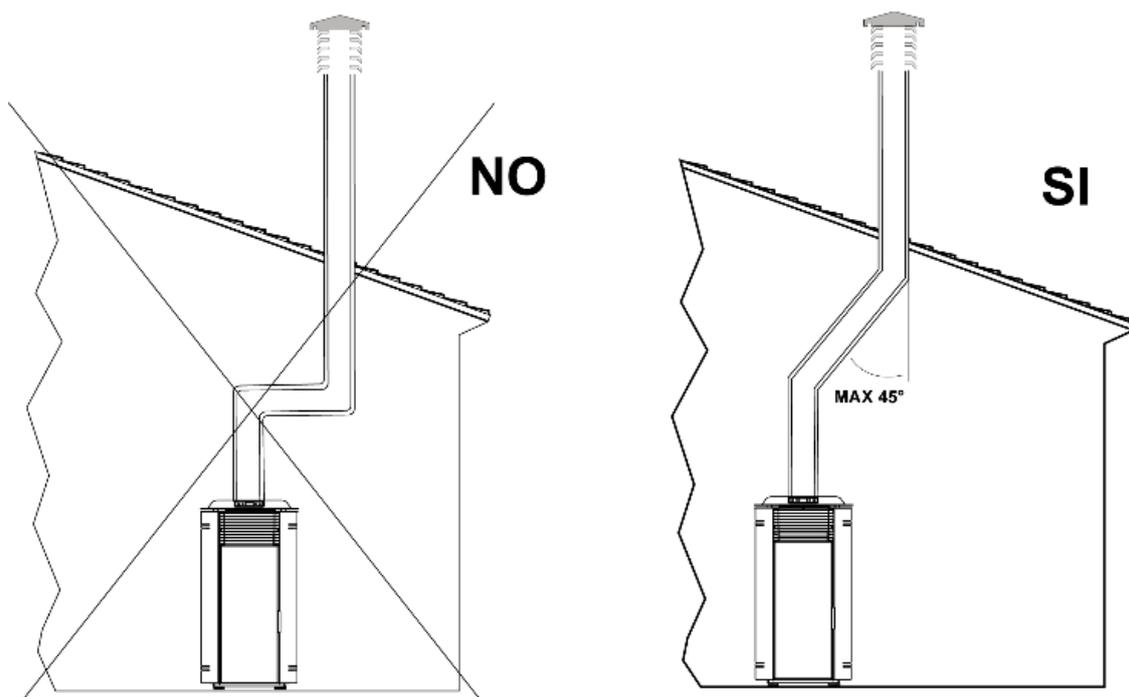

図 2
- 内部断面は均一でなければならず、できれば円形でなければなりません。正方形または長方形の断面は半径 20mm 以上の丸い角を持っていなければなりません。辺間の最大比は 1.5。壁はできるだけ滑らかで収縮がありません。曲線は規則的で不連続性がなく、軸からの偏差は  $45^\circ$  を超えません（図2）。